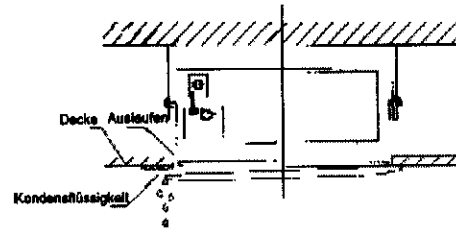

Abb. 13
- Wenn die Schrauben nicht richtig festgezogen sind, kann die Funktionsfähigkeit des Geräts beeinträchtigt werden (vgl. Abbildung 13).